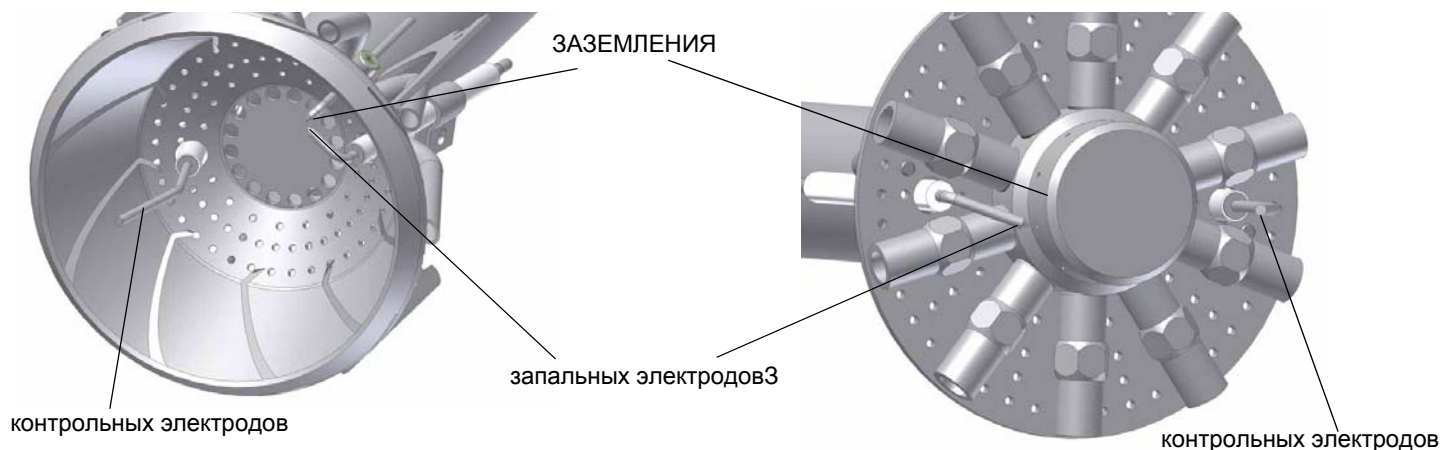

Рис. 51
**ВНИМАНИЕ:** чтобы не подвергать риску работу горелки, избегать контакта запальных и контрольных электродов с металлическими частями горелки (голова сгорания, сопло и т.д.). Проверять положение электродов каждый раз после выполнения каких-либо работ на голове сгорания. Убедиться, что расстояние между запальным электродом и массой составляет 4 - 5 мм. (см. Рис. 51)